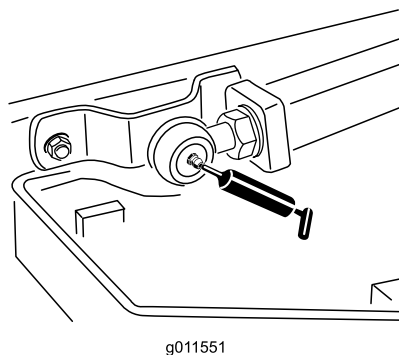

Figura 44
- Rótulas de los brazos de elevación (2) (Figura 44)